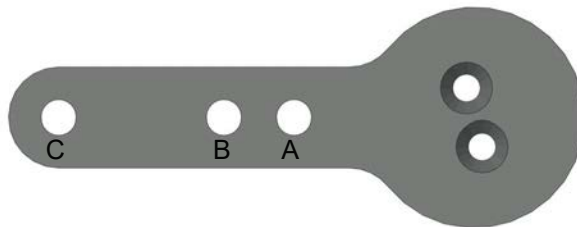
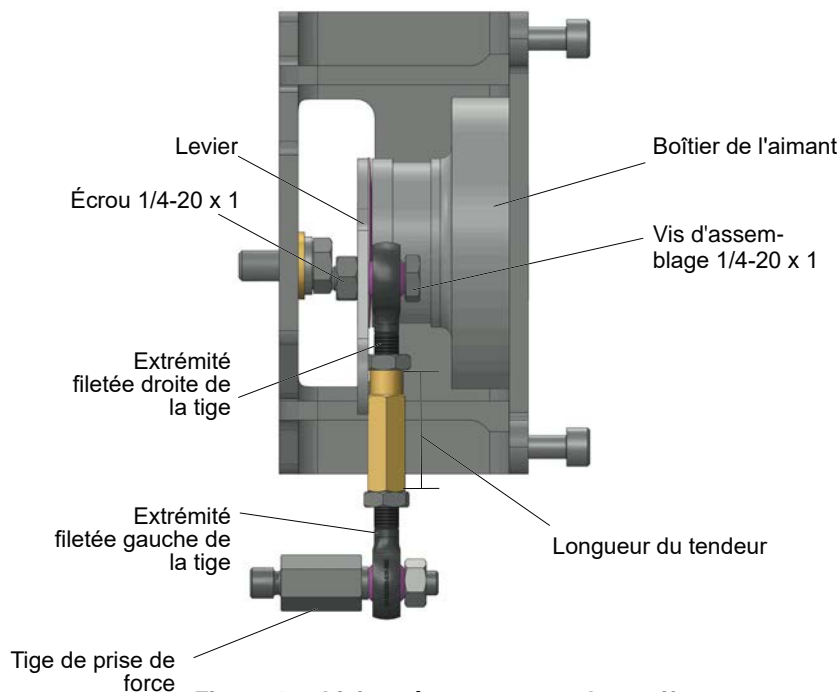

Figure 12 - Levier pour actionneur à ressorts multiples Masoneilan modèle 87/88
Figure 13 - Liaison à mouvement alternatif
4. Sélectionnez le trou de montage A, B, C ou D adapté à la course de la vanne. Par exemple, le trou B est illustré dans la figure 12 pour un actionneur de taille 10 avec une course de 1,0 po.
6. Appliquez de la Loctite® et vissez la tige de prise de force sur le connecteur de la tige de l'actionneur (Figure 13).
7. Fixez l'extrémité filetée droite de la tige au levier à l'aide d'une vis d'assemblage 1/4 - 20 x 0,75 po et d'un écrou comme indiqué sur la figure 13. La position du trou de levier à utiliser dépend de la course spécifique de la vanne. Reportez-vous à la figure 12 et au tableau 3 relatif à la sélection des liaisons de vanne à mouvement alternatif à la page 31.
9. Fixez l'ensemble boîtier de l'aimant, y compris le levier et l'extrémité droite de la tige, sur le support à l'aide de quatre vis à tête plate M5 X 10 mm en utilisant une clé hexagonale de 5 mm (Figure 13).
11. Vissez le tendeur sur l'extrémité fileté gauche de la tige. Consultez la figure 13.